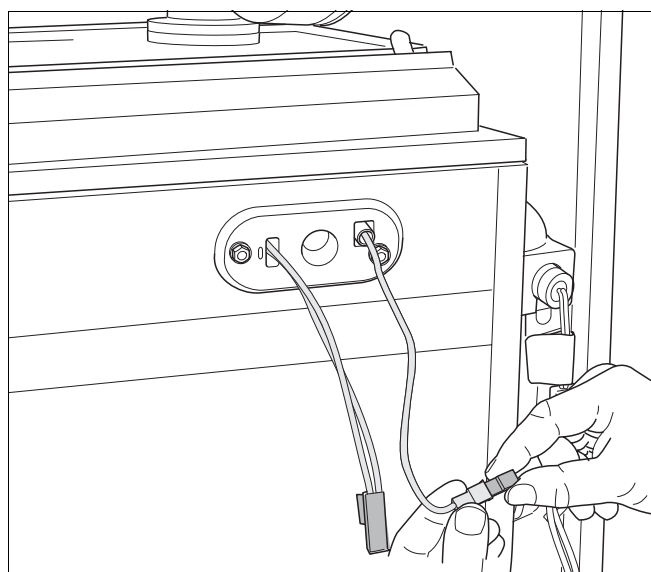

Fig. 90 Demontaj piesă de îmbinare Electrode de ionizare
- Deconectați racordul cablului de supraveghere (Fig. 90).